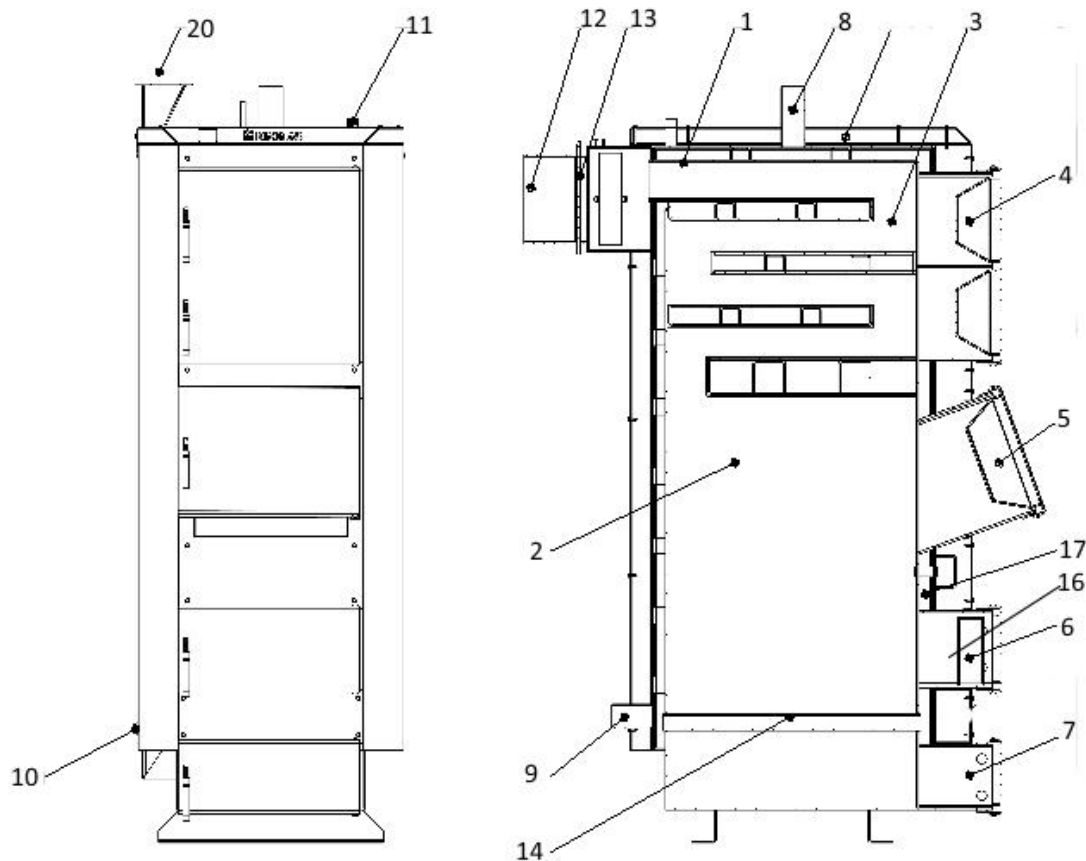

Рисунок 5.1 – Зовнішній вигляд та основні елементи котла типу КТН та КТНр
Конструктивно котел являє собою збірно-зварену конструкцію, що складається з корпусу (поз. 1, рис. 5.1) з камерою згоряння (топкою) (поз. 2, рис. 5.1). Над топкою розташована конвекційна частина котла (поз. 3, рис. 5.1), що являє собою високоефективний чотирьохходовий теплообмінник.
Корпус котла виконаний в формі паралелепіпеду з подвійними стінками, які розділені водними перегородками (поз. 17, рис. 5.1). На зовнішній поверхні корпусу під декоративною обшивкою закріплена теплова ізоляція. (поз. 18, рис. 5.1). Паливо для процесу спалення завантажується на колосникові ґрати (поз. 14, рис. 5.1) крізь завантажувальні дверцята (поз. 5, рис. 5.1). Колосникові ґрати виконані з товстостінних безшовних труб по яких постійно циркулює вода з водяної оболонки котла, що унеможлиблює їх прогорання. Згоряння палива в топці відбувається за участю повітря, яке постачається під колосникові ґрати припливним вентилятором (поз. 20, рис. 5.1). Кількість повітря, необхідного для процесу згоряння, регулюється автоматично блоком автоматики управління (поз. 19, рис. 5.1).
Підведення і відведення теплоносія здійснюється відповідно через патрубки зворотної мережної води (поз. 9, рис. 5.1) і прямої мережної води (поз. 8, рис. 5.1).
Топочні гази виходять у димохід крізь боров (поз. 12, рис. 5.1), розташований у задній частині котла. Боров обладнано вбудованим дросельним клапаном продуктів згоряння – шибером (поз. 13, рис. 5.1). У випадку надто високої тяги у димоході шибер дає можливість її знизити шляхом часткового перекривання вихідного отвору борова.
У верхній частині корпусу котла розташований штуцер для встановлення групи безпеки котла (поз. 11, рис. 5.1).
На бічній стінці корпусу у нижній її частині розміщено штуцер для зливу води з котла (поз. 10, рис. 5.1).
- дверцята для періодичного обслуговування (чищення) конвекційної частини котла (поз. 4, рис. 5.1);
- ревізійний дверцята (поз. 6, рис. 5.1) для періодичного чищення колосникових ґрат;
- дверцята зольника (поз. 7, рис. 5.1) для можливості спорожнення зольника.